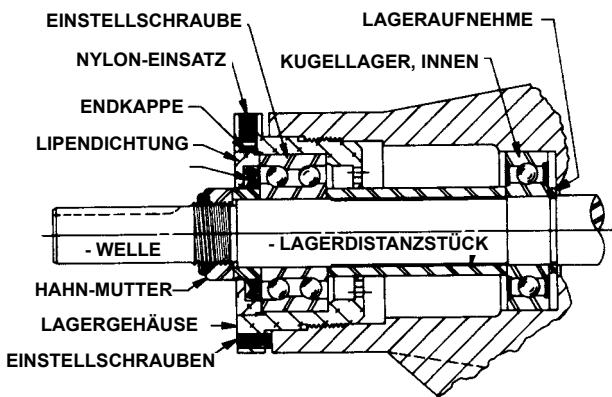

ABBILDUNG 8
HINWEIS: Da die Pumpengrößen AS, AK und AL nicht mit einem Seegering ausgestattet sind, muss der Lageraufnehmer über dem Wellenende montiert werden, bevor das Lager montiert wird. Siehe **Abbildung 8** auf Seite 6.
7. Setzen Sie den Lagerdistanzring über die Welle und gegen die einzelne Kugellagerreihe im Gehäuse (Pumpengrößen AS, AK und AL) Siehe **Abbildung 8** auf Seite 6.
HINWEIS: Bei den Pumpengrößen AS, AK und AL setzen Sie die Lippendichtung in das Lagergehäuse-Endstück der Kappe ein. Die Lippenfläche zeigt zum Endstück der Welle. Setzen Sie die Lagerringdistanzhülse in die Lippendichtung im Lagergehäuse ein und ziehen Sie die Einstellschrauben fest an. Siehe **Abbildung 8** auf Seite 6.